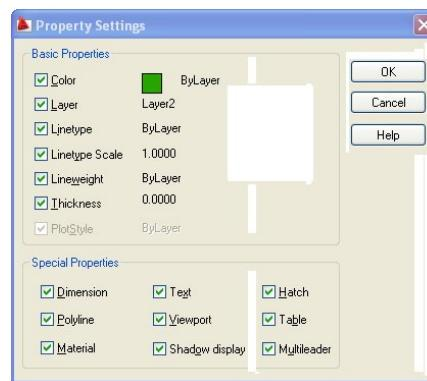

Figura 1.1.27
- optional – prin selecția opțiunii **Settings**, activarea/dezactivarea proprietăților transferabile, prin intermediul ferestrei **Property Settings**, figura 1.1.27;